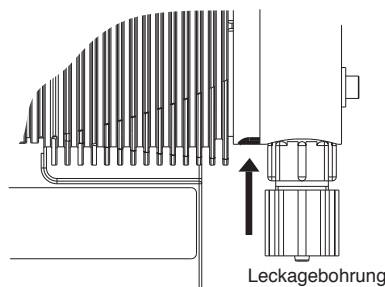

Abb. 13
- ▶ Die Dichtigkeit der gesamten Fördereinheit prüfen (besonders Leckagebohrung! Siehe Abb. 13).
- **Die Leckagebohrung muss in der späteren Einbaulage der Pumpe nach unten zeigen (siehe Abb. 13)!**
- **Die Kopfscheibe (4) gleich in der richtigen Stellung auf das Pumpengehäuse (6) aufsetzen! Die Kopfscheibe (4) nicht am Pumpengehäuse (6) verdrehen, damit sich die Sicherheitsmembrane (5) nicht verzieht!**
- ▶ Die Membran (3) in die Kopfscheibe (4) einlegen.
- ▶ Die Kopfscheibe (4) festhalten und die Membran (3) im Uhrzeigersinn aufschrauben, bis sie fest sitzt (der Verdrehwiderstand der Rückholfeder wird spürbar).